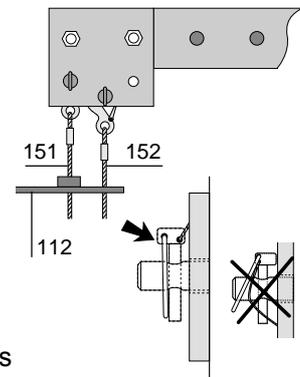

Fig. 1.4
- Posicionar os cabos de aço aos pontos de ancoragem usando os cavilhões (009) + cavilhas de segurança. Pontos de ancoragem separados são fornecidos com cada suspensão para o cabo de aço de elevação (151) e o cabo de segurança (152). Assegurar-se que os cavilhões (009) são fechados correctamente (Fig. 1.4)